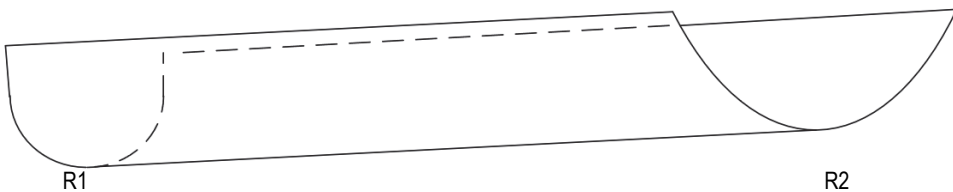

Figure 4-57 Positions R1 et R2
3. Si vous utilisez une surface qui ne varie pas le long de la trajectoire de balayage, vous pouvez utiliser la même référence pour définir le début et la fin de la porte. Si la surface varie le long de la ligne de balayage, utilisez les positions R1 et R2 (Figure 4-57 à la page 158) comme références pour les étapes 4. à la page 159 à 9. à la page 162. Dans l'illustration, le rayon de courbure est plus petit en R1 qu'en R2.
4. Placer la sonde sur l'échantillon à la position R1 comme le montre la Figure 4-57 à la page 158. Si la forme de l'échantillon ne varie pas, utilisez n'importe quelle position propre sur l'échantillon.